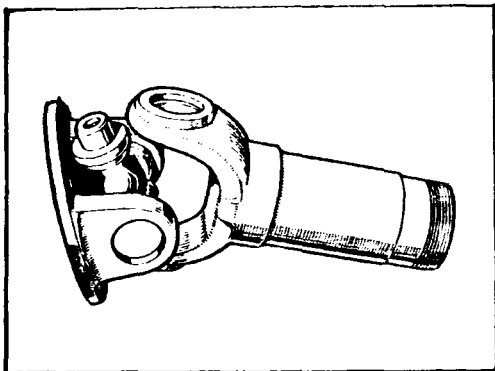

Fig. D-11 Desmontaje del manguito o eje
- 1.7. El manguito (o el eje) pueden ser ya desmontados (Fig. D-11).